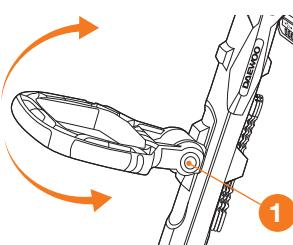

Рис. 7
- Для изменения угла наклона дополнительной рукоятки, зажмите кнопку фиксатора ① и установите рукоятку в необходимое положение, после чего отпустите кнопку фиксатора (Рис. 7). Для удобства кошения кромок, основная рукоятка имеет возможность поворота на 90°.